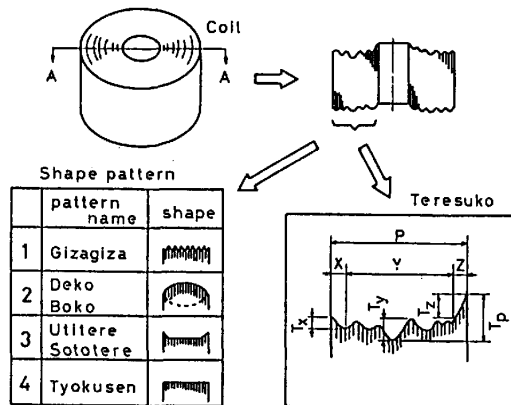

Fig.1 Shape pattern and Teresuko of hot strip coil
2. 測定内容 最終圧延機を出たストリップはコイルで巻取られるが、種々の要因により巻不良が生じる。この巻不良を Fig.1 のように分類し、その不良の量とパターンを測定する。